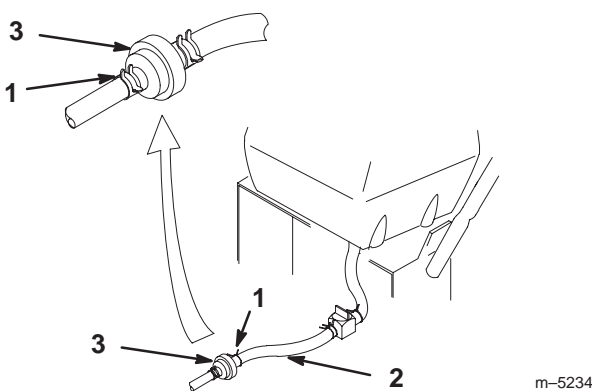

Figure 38
3. Pincez les extrémités des colliers et faites glisser ceux-ci pour les éloigner du filtre (Fig. 38).